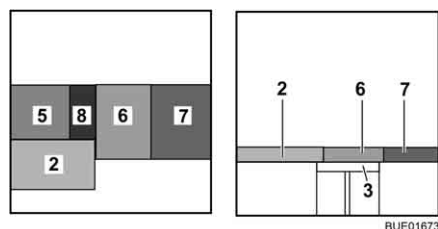

Fig. 143 Depois da transformação
- Coloque o estofa do assento (Fig. 143,7) no meio.
- Coloque o estofa do encosto (Fig. 143,6) entre o estofa do assento e a parede.